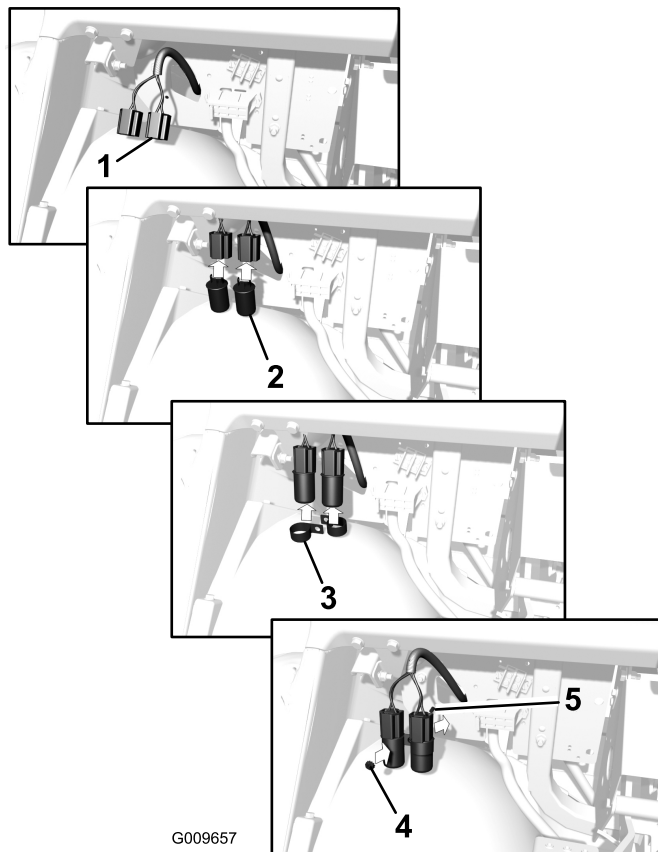

Figura 11
2. Empurre os conectores dos piscas através da abertura na placa de montagem sob o tablier. Ligue os piscas à cablagem frontal (Figura 11).
3. Monte os piscas na placa de montagem utilizando dois grampos em R e uma porca de bloqueio (1/4-20 pol.) e parafuso (1/4 x 3/4 pol.) como se mostra em Figura 11.